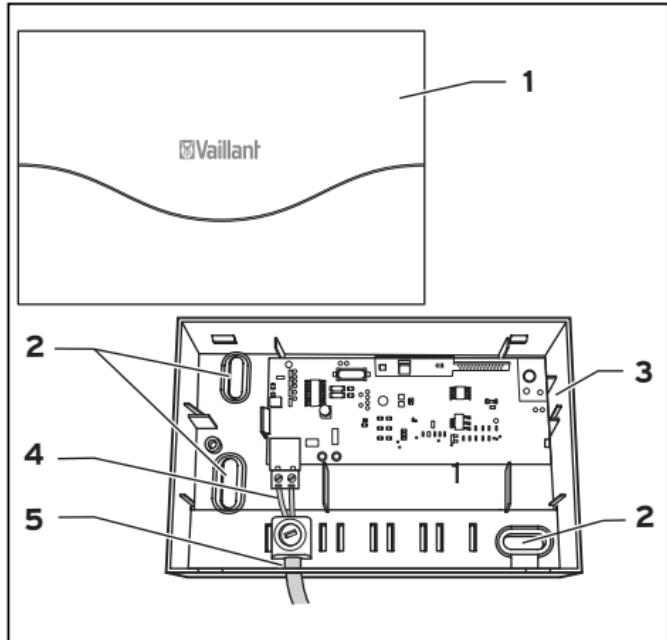

Fig. 9.2 Montaje del receptor
- Realice dos perforaciones para la sujeción (**3**) con un diámetro de 6 mm (según la fig. 9.2) e introduzca los tacos adjuntos.